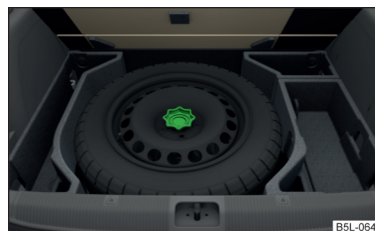

Fig. 160
La rueda de repuesto y/o de emergencia se encuentra en una cavidad debajo de la moqueta del maletero y está fijada con un tornillo de fijación» fig. 160.
- Desenrosque el tornillo de fijación » fig. 160 en el sentido contrario a las agujas del reloj.
- Atornille el tornillo de fijación » fig. 160 en el sentido de las agujas del reloj hasta que la rueda esté bien fijada.